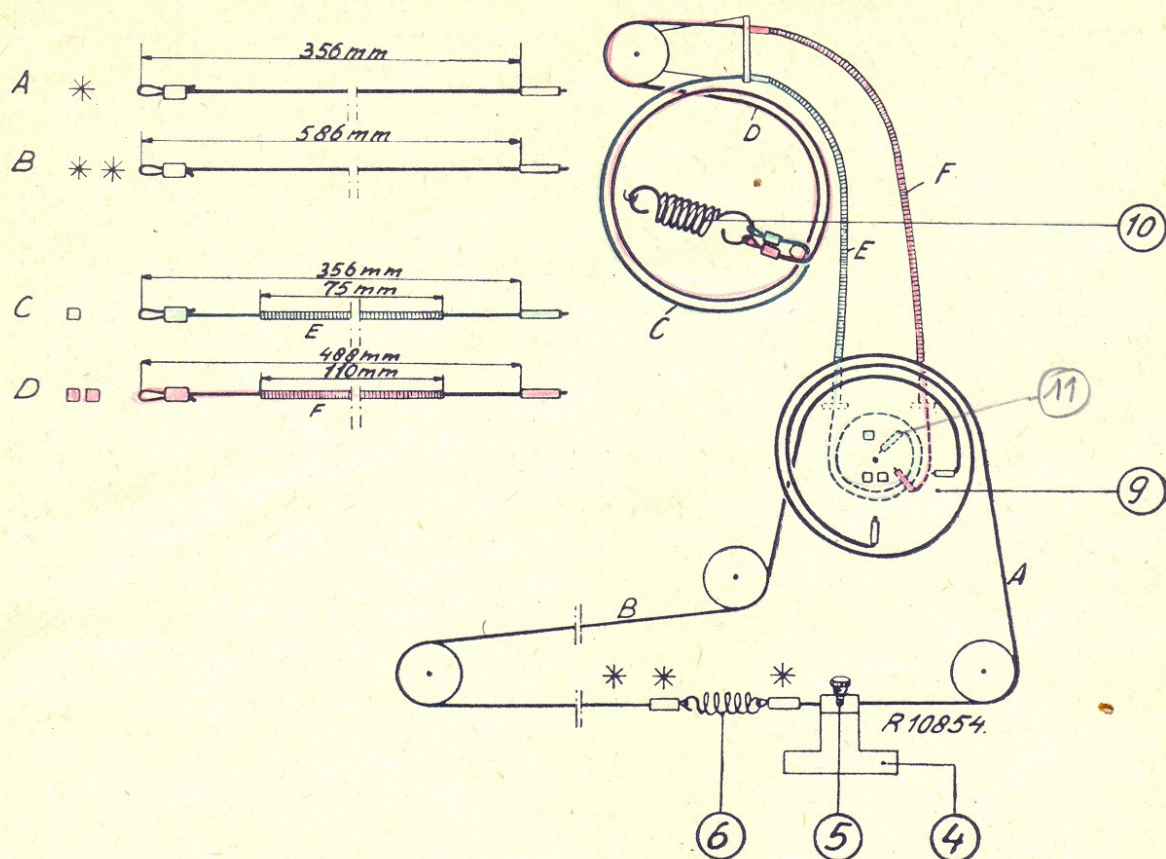

Fig. 2
Après avoir sorti le châssis de l'ébénisterie et défaire le cadran avec la plaque blanche derrière le cadran, le remplacement des câbles se fait très simplement. Le parcours des câbles reproduit dans la fig.2 se rapporte au condensateur placé dans la position de capacité maximum.
Pour remplacer les câbles propulseurs du condensateur variable il ne faut pas défaire le cadran. Le parcours de ces câbles est ainsi reproduit dans la fig.2.
Composer les câbles comme reproduit dans la fig.2.
Après avoir enroulé ce câble suffisamment autour de ce tambour (voir fig.2), mettre la petite gaine en place et amener le câble C autour du tambour du condensateur variable et l'accrocher au ressort de traction.
Note la fig 2 représente le CV et l'aiguille au maximum
- 1) placer le CV au maximum (comme la fig 2)
- 2) introduire le câble DF rouge à ⑨ pour suivre tout son parcours accrocher au ressort ⑩
- 3) tourner le CV au minimum, la fente ⑪ se placera à gauche
- 4) introduire le câble CE vert dans la fente ⑪ puis remettre le CV comme fig 2 c-a-d au maximum (attention au dérailage du tambour !)
- 5) poursuivre tout son parcours, l'accrocher au ressort ⑩ voir si tout marche bien (relire sur RH644)